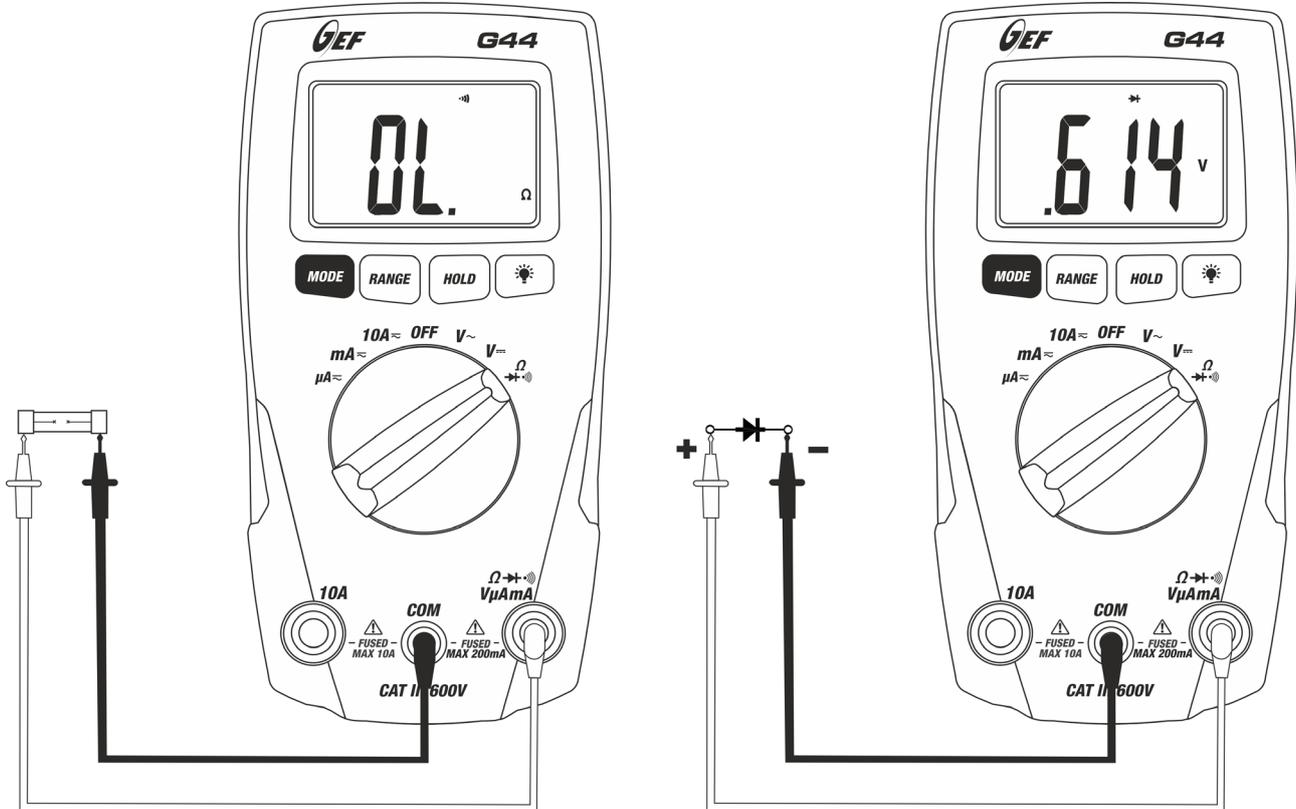

Fig. 5: Uso del instrumento en Prueba de Diodos y Prueba de Continuidad
4. Conecte las dos puntas de prueba en el diodo a medir respetando la polaridad indicada en la Fig. 5 – parte derecha. El valor de la tensión de umbral en polarización directa será visualizado
6. Si aparece el símbolo "O.L" los terminales del diodo está invertidos respecto a la Fig. 5, o bien la unión P-N del diodo está dañada